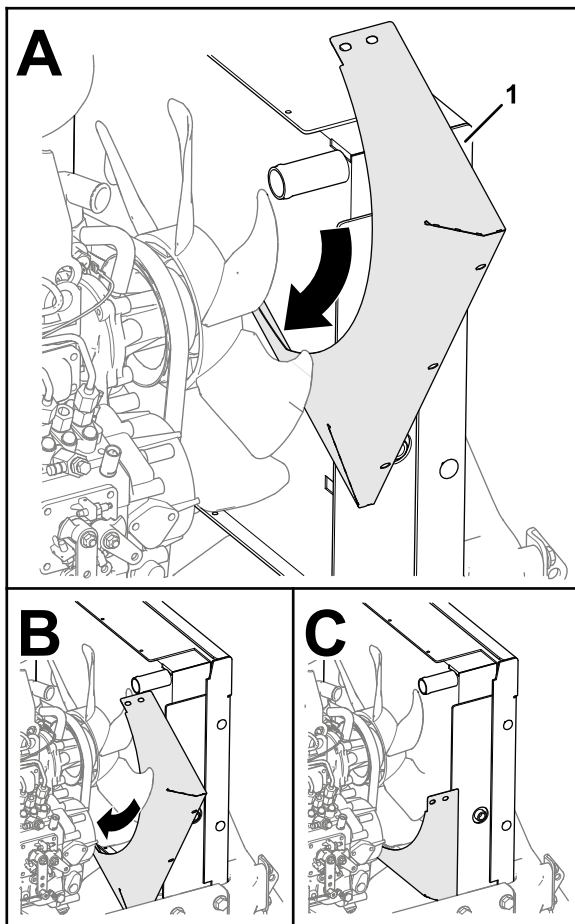

Рисунок 33
1. Разместите нижний кожух вентилятора на машине, как показано на Рисунок 33.